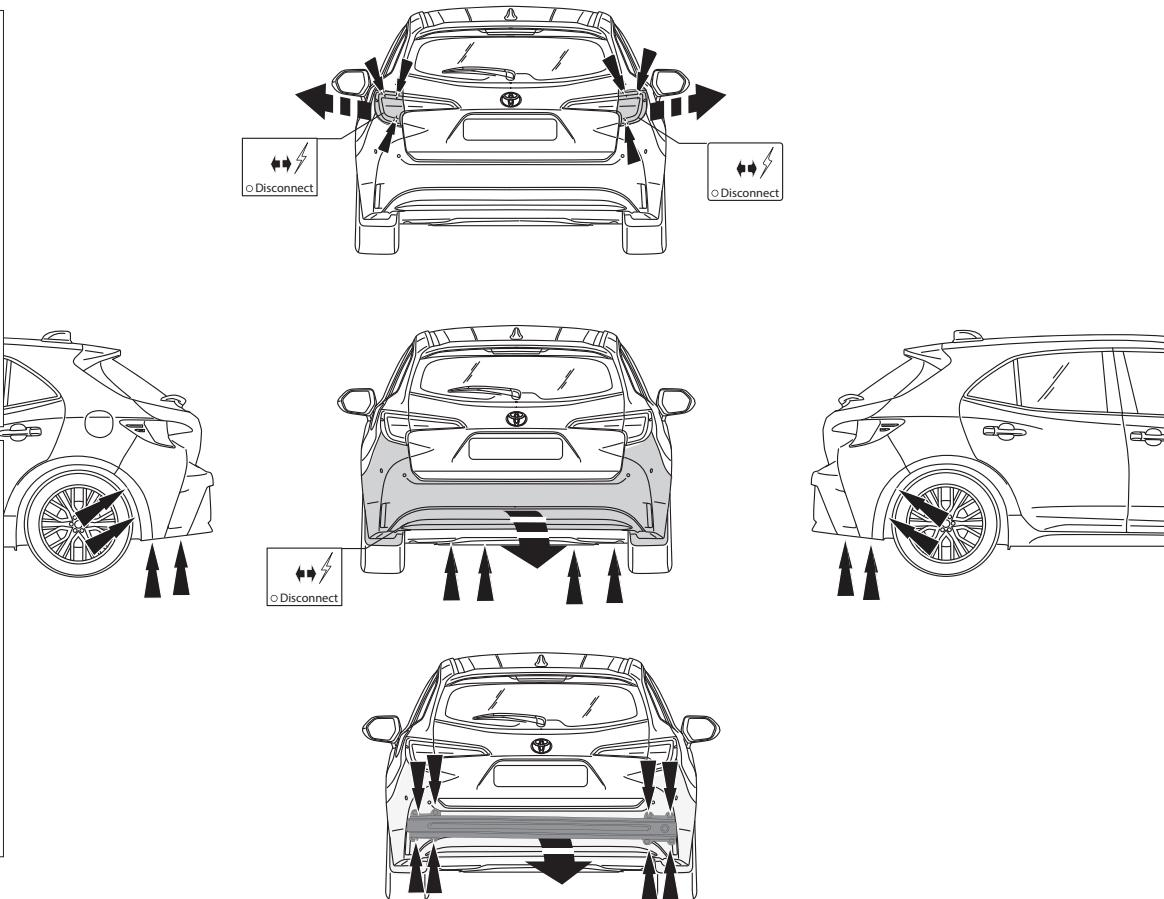

Fig. 1
1. Снять оба блока задних фар. Снять бампер вместе со стальным буферным бруском автомобиля. Буферный брус больше не понадобится. Посадить болты на место. См. рисунок 1.